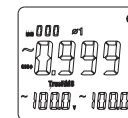

图10-1
- 4) 负载为三相四线制时，先按SELECT键选择第一相位φ1，如图10-1，显示相位φ1的功率因数cos(φ)值，电压V值，电流A值。